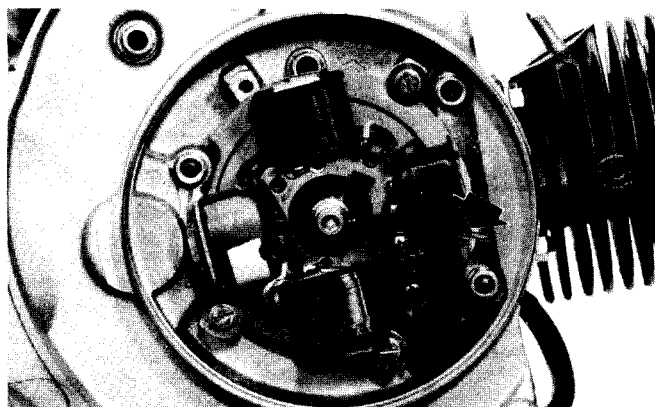
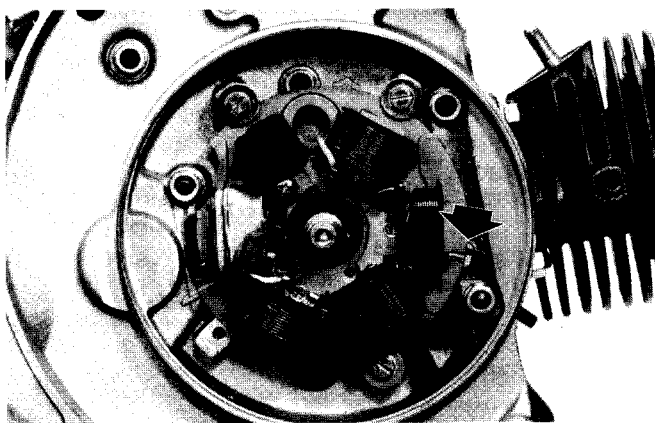

Fig. 84
Fig. 85
**Descrizioni delle operazioni di fasatura** (Fig. 84 Veicoli privi di avviamento elettrico, Fig. 85 Veicoli con avviamento elettrico):